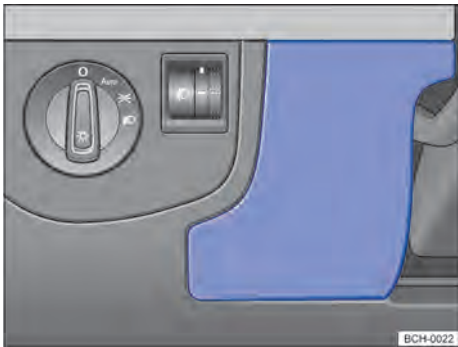

Fig. 153 Del lado del conductor en el panel de instrumentos: cubierta de la caja de fusibles.
- Sostener la cubierta de la caja de fusibles → fig. 153 y tirarla hacia adelante.